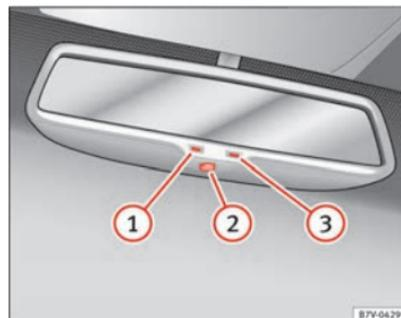

Abb. 73 Automatisch abblendender Innenspiegel.
Legende zur Abb. 73:
- ① Kontrollleuchte
- ② Schalter
- ③ Sensor zum Erkennen des Lichteinfalls
Die automatische Abblendung lässt sich mit dem Schalter am Innenspiegel ⇒ Abb. 73 ② ein- oder ausschalten. Bei eingeschalteter automatischer Abblendung leuchtet die Kontrollleuchte ① auf.